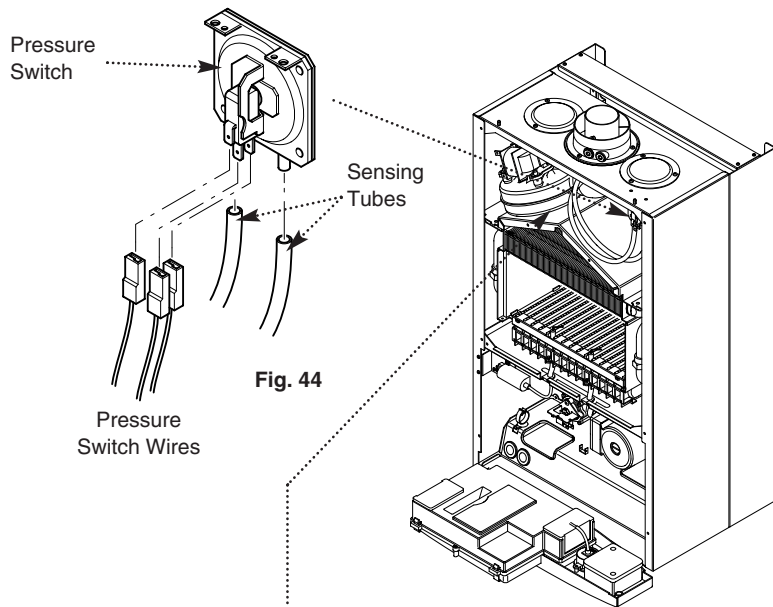

Fig. 44
12.1 Pressure Switch (Fig. 44)